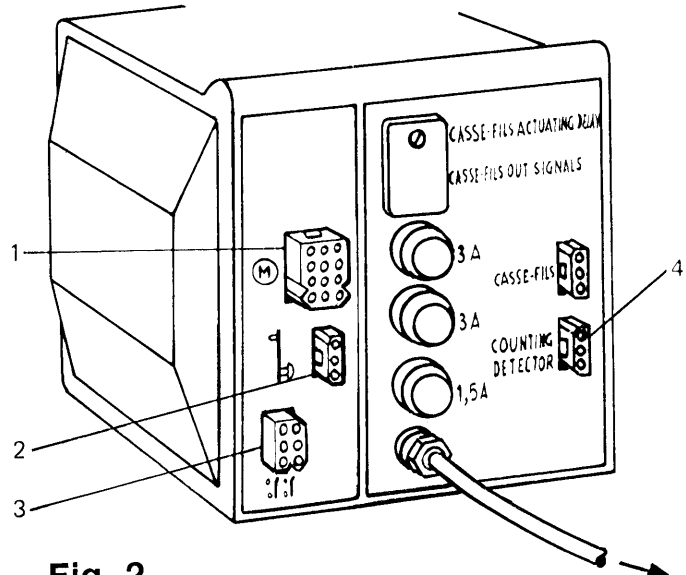
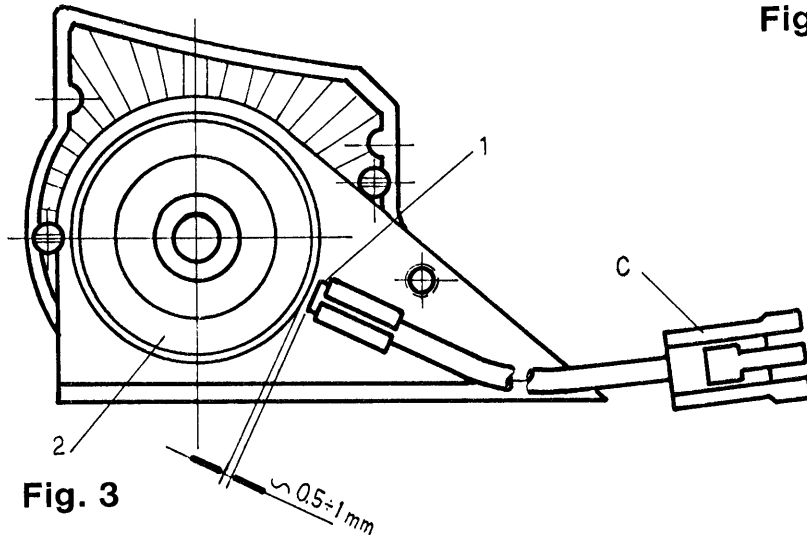

Fig. 2
Fig. 3
- Introducir el enchufe de 12 polos n. 1 de la fig. 2 del motor en su toma de salida en la parte de atrás de la caja modular.
- Introducir el enchufe de 3 polos n. 2 de la fig. 2 de la microrodillera en su toma.
- Introducir el enchufe de 6 polos n. 3 de la fig. 2 de los dos presóstratos (microinterruptores de accionamiento neumático).
- Introducir el enchufe de 3 polos C de la fig. 3 del detector magnético sobre el volante M/C en su toma, que se indica con el nombre "COUNTING DETECTOR" n. 4 de la fig. 2.
- Controlar la posición del detector magnético n.1 de la fig. 3, con respecto al volante n. 2 de la fig. 3.